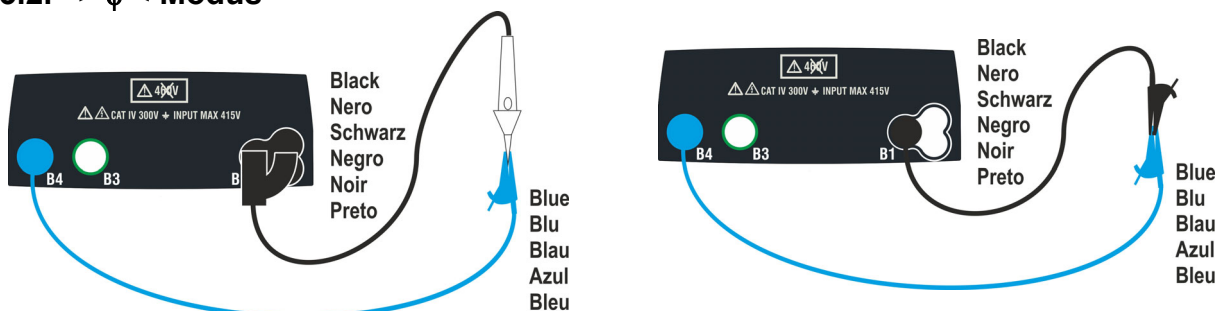

Abb. 10: Kompensation des Widerstands von Einzelkabeln und Prüfsonde mit Fernbedienung
2. Verbinden Sie die Krokodilklemmen und/oder die Messkabel und/oder die Prüfsonde mit Fernbedienung mit dem zu testenden Leiter wie in Abb. 10 abgebildet.